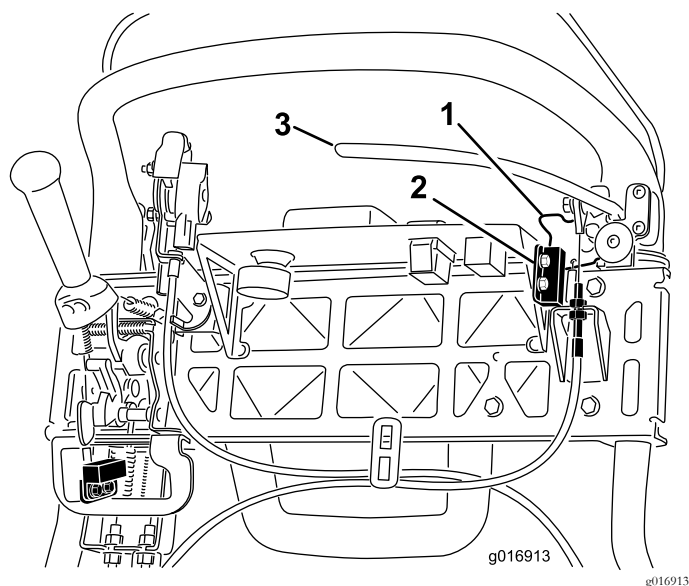

Figure 45
- Desserrez les fixations du contacteur de sécurité (Figure 45).
- Placez une cale de 1,6 mm d'épaisseur entre le verrou du frein de stationnement et le contacteur de sécurité (Figure 45).